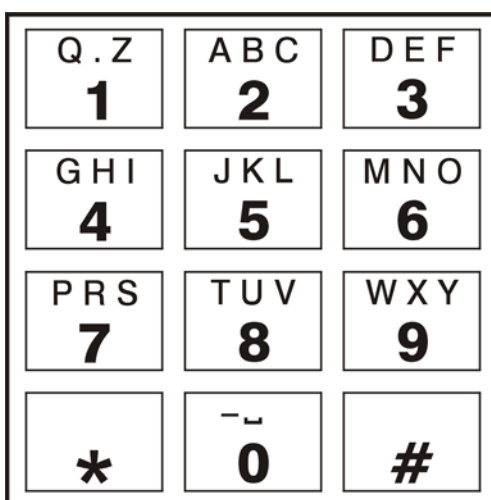

Рис. 27. Алфавитно-цифровые знаки на клавиатуре телефона.
- каждой клавише с цифрой отвечают три буквы (см.: рис. 27);